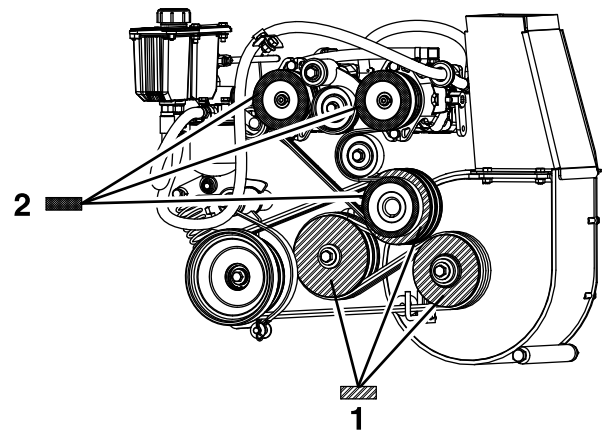

Figure 66
8. En vous servant de la poulie de ventilateur comme base de mesure, déplacez le moteur et l'arbre intermédiaire jusqu'à ce que la surface arrière des 3 poulies soit alignée à une 0,8 à 1,6 mm près (Figure 66).
4. Utilisez une règle pour aligner chaque poulie de pompe sur la poulie du moteur, en la faisant glisser sur l'arbre d'entraînement de la pompe (Figure 66).